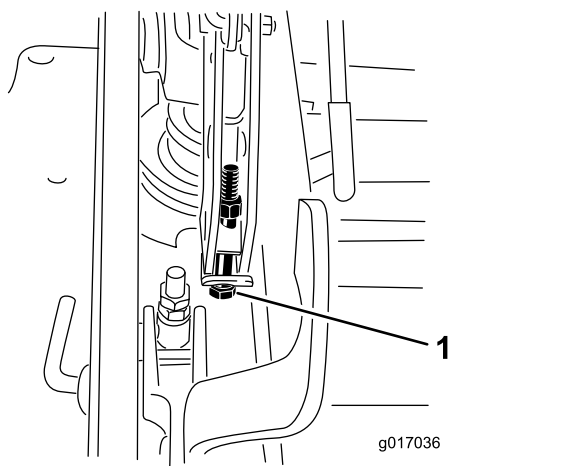

Figure 99
12. Si le plateau est trop bas, serrez le boulon de réglage monopoint dans le sens horaire. Si le plateau est trop haut, desserrez le boulon de réglage monopoint dans le sens antihoraire (**Figure 99**).